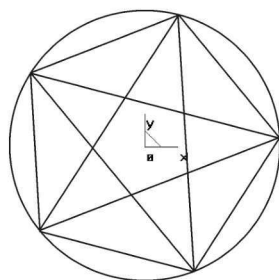

图 1-9
- (4) 用直线 连接各端点，形成五角星，如图 1-9 所示。